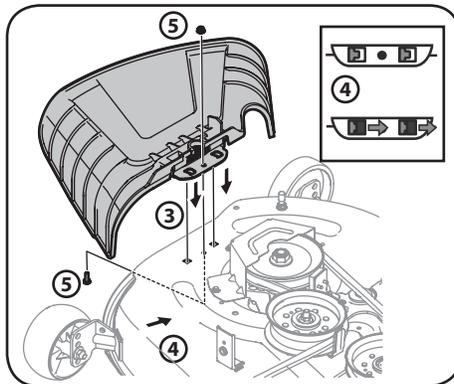

Figura 2-5
3. Ubique el deflector del canal en la plataforma; asegúrese de insertar las lengüetas de dicho deflector en los orificios de la plataforma. Consulte Figura 2-5.
4. Después de colocar las lengüetas en la plataforma, deslice el deflector del canal hacia la parte posterior del tractor hasta que el orificio del perno que está en el deflector del canal quede alineado con el orificio de la plataforma. Consulte Figura 2-5.
5. Sujete el deflector del canal en su lugar con la tuerca de seguridad con brida y el tornillo hexagonal que se extrajeron en el paso 2. Ajústelo con un par de torsión de 102-124 pulg. libras. Consulte Figura 2-5.